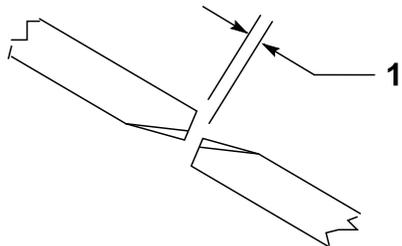

Рисунок 28
Чтобы обеспечить правильную работу режущего блока, должен быть зазор от 10 до 16 мм между концами ножей боковой и средней дек газонокосилки (Рисунок 28).
2. Поверните средний и прилегающий боковой нож так, чтобы концы ножей были совмещены. Измерьте расстояние между концами ножей (Рисунок 28).